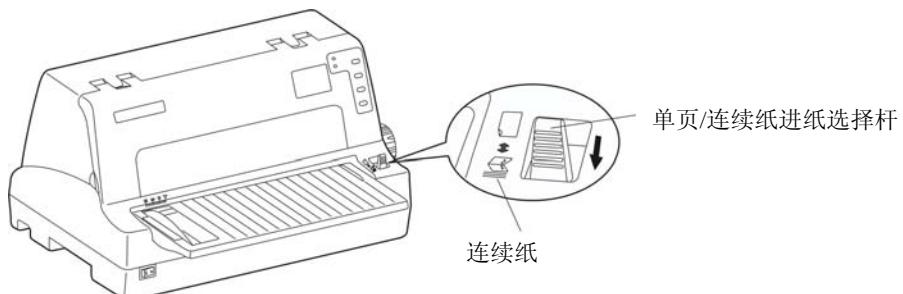

图 3-6 设定单页/连续纸进纸选择杆位置（连续纸）
2. 设定单页/连续纸进纸选择杆到连续纸的位置（如图 3-6 所示）。